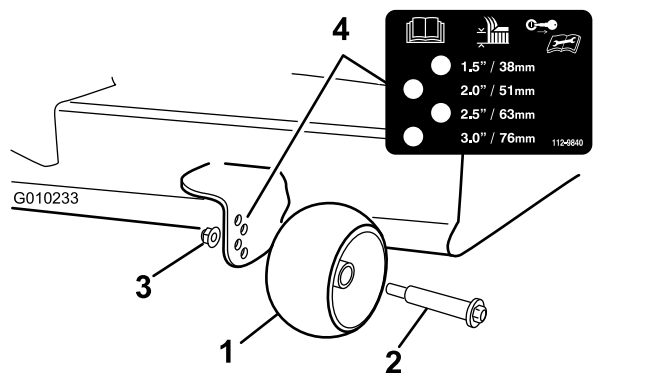

Figure 33
3. Réglez les galets anti-scalp (Figure 33) en fonction de la position de hauteur de coupe la plus proche.